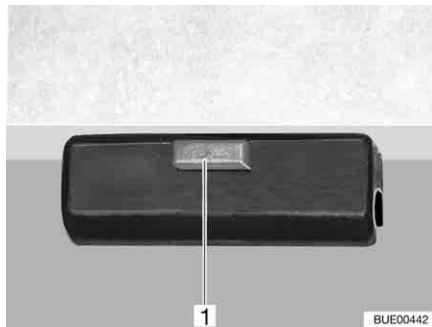

Fig. 111 Dispositif de verrouillage
- Desserrer le dispositif de verrouillage (Fig. 111,1) du plateau de la table.